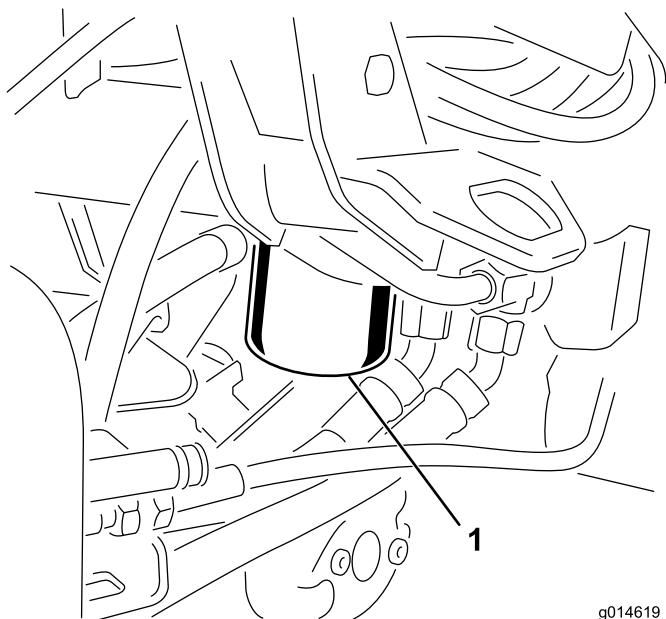

図 50
1. フィルタ容器の周辺をウェスできれいにぬぐう図 50。フィルタの下に廃油受けを置いてフィルタを外す。